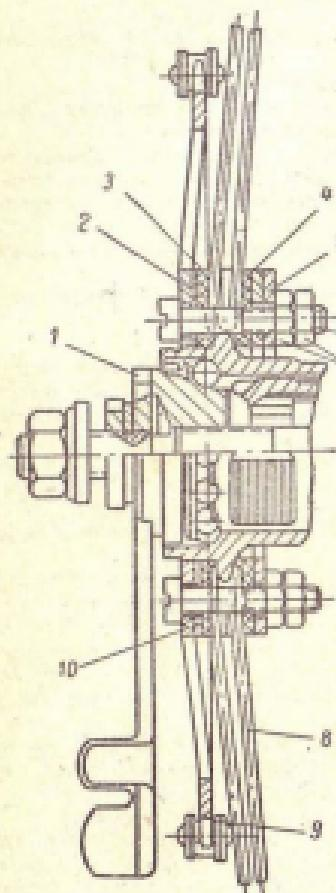

Рис. 189. Схема установки большой зубчатки:
Установка на велосипед двигателей Д-4 и Д-5. Установку болльшой зубчатки (рис. 189) необходимо производить в следующей последовательности:
10. Снять крышку ведущей зубчатки 2 (см. рис. 189), вынуть